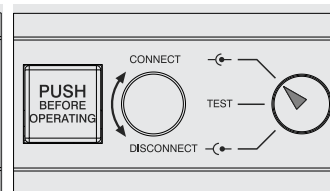

Рис. 48
- автоматический выключатель находится во вкатенном положении (см. Рис. 48)